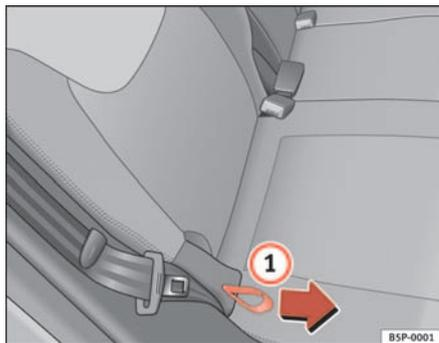

Fig. 96 Réglage de l'inclinaison du dossier, banquette arrière
- Saisissez le haut du dossier. Tirez la dragonne latérale du siège ⇒ page 138, fig. 96 ① dans le sens de la flèche et maintenez la dragonne en position. Rabattez le dossier du siège vers l'arrière en position souhaitée, puis relâchez la dragonne.